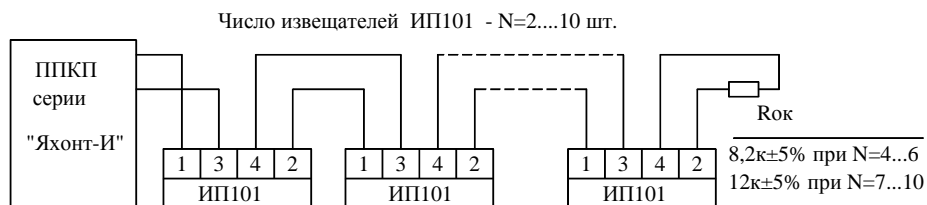

Рис.7.1.Схема подключения извещателей ИП101 к приборам серии «Яхонт И»
7.3 Произвести монтаж шлейфа сигнализации в соответствии со схемой, указанной для конкретного ППКП. Для приборов серии «Яхонт-И» монтаж проводить в соответствии со схемой рис. 7.1.